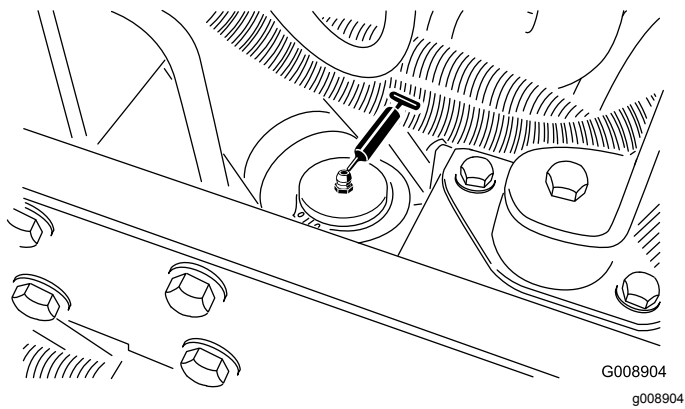

Figure 44
- Vérin de direction (Figure 44)